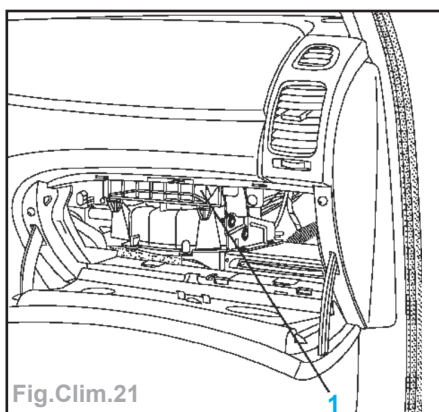

Fig.Clim.21
- les deux vis du couvercle du filtre à particules (1) (Fig.Clim.21).